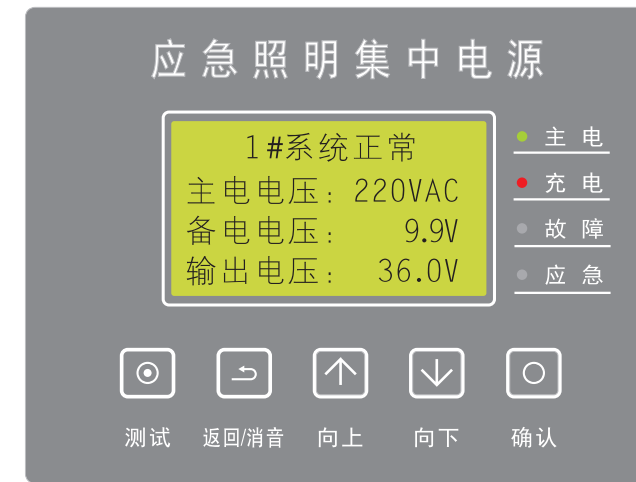
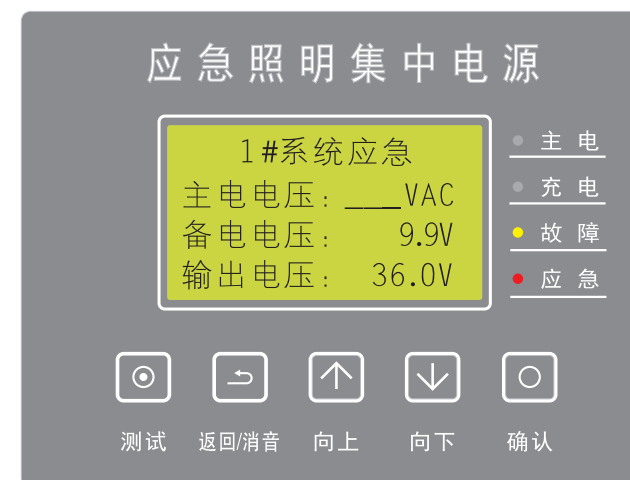

图5.1
图5.7
(1)、系统正常：在主屏时，第一行显示设备当前工作状态，下面显示各项电压参数。显示屏右侧指示灯显示当前电源及系统状态，如图5.1所示。
(6)、系统应急：当AC220V主电源停电后，设备进入应急状态，显示屏显示【N#系统应急】应急指示灯点亮（如图5.7）；当主电恢复后，系统自动恢复至正常状态，同时电池自动进行充电，如图5.1所示。